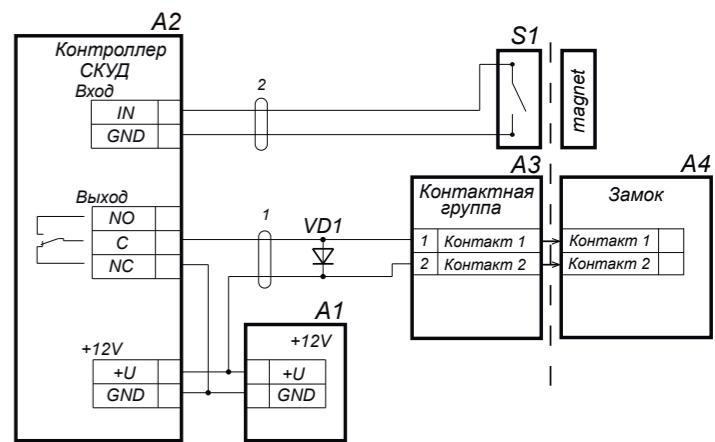

Рис. 3. Схема подключения замка
При использовании замка в качестве исполнительного устройства в составе СКУД рекомендуется для защиты устройства, подающего управляющие сигналы, установить в соответствии со схемой двунаправленный супрессор BZW06-15B или R6KE16CA или стабистор иной марки с аналогичными характеристиками (см.рис. 3).
14. Подключите замок и датчик двери (геркон) к контроллеру СКУД согласно схеме, приведенной на рис. 3.
- При открытой двери утопите рычаг блокиратора (12) в корпус замка. Из корпуса выдвигается засов (13). Удерживая блокиратор в утопленном положении, поверните до упора ручку замка. При этом засов вернется в исходное положение внутрь корпуса замка. Продолжая удерживать блокиратор в утопленном положении, отпустите ручку замка. Засов выдвигается из корпуса замка. Отпустите блокиратор. Засов вернется в исходное положение внутри корпуса замка.
- Для проверки механического отпирания замка вставьте ключ (2) в механизм секретности и поверните его до упора в сторону засова. Удерживая ключ, откройте дверь, нажав на фалевую ручку.